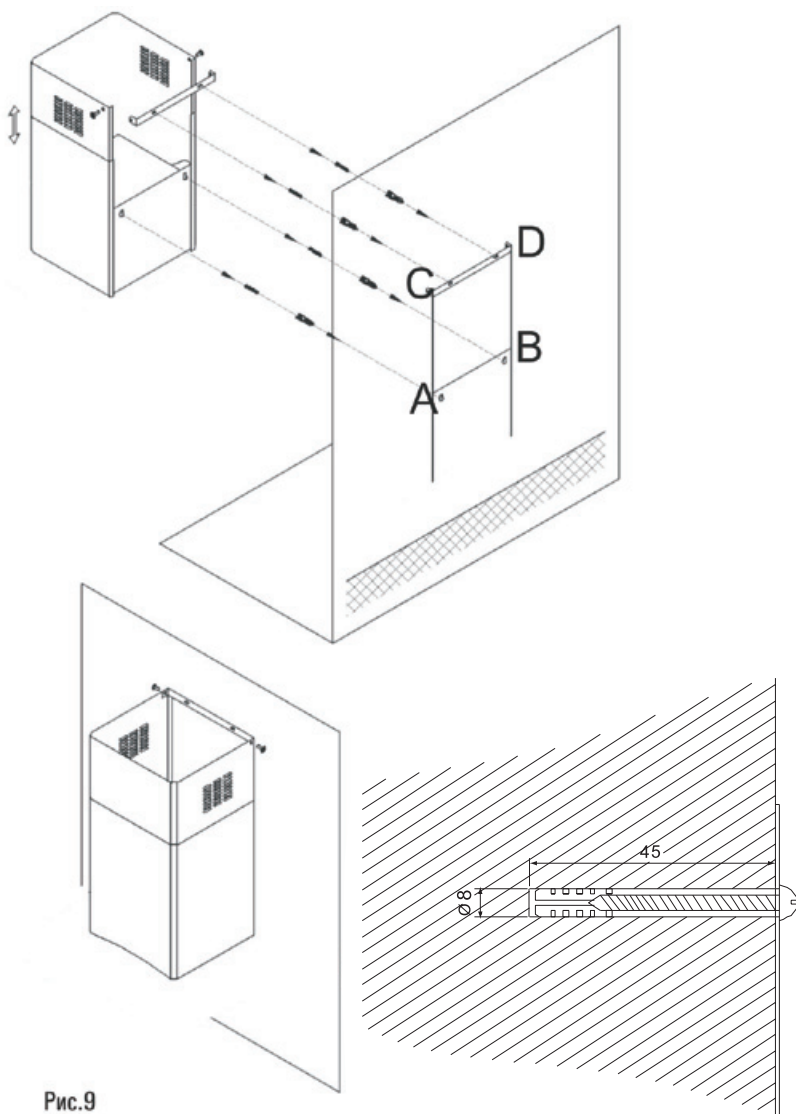

Рис.9
1. Прежде чем приступить к сверлению отверстий под дюбели в стене необходимо произвести разметку. Для этого измерьте на вытяжке расстояние между центрами отверстий, предназначенных для подвешивания вытяжки на стену. На нужной высоте начертите горизонтальную линию на стене по уровню. На этой линии наметьте точки (А и В), расстояние между которыми должно равняться расстоянию, измеренному между центрами отверстий для крепления вытяжки (рис. 9).
3. Возьмите установочные винты ST4x35, наденьте на них металлические дюбеля таким образом, чтобы разрезная часть была направлена в сторону головки винта, и установите их в просверленные вами отверстия в стене А и В резьбовой частью наружу (рис. 9).
5. Повесьте корпус вытяжки на опорные точки А и В согласно прилагаемого рисунка (рис. 9). Затяжку гаек производите с полным прижатием корпуса вытяжки к стене с максимальным усилием, до полной фиксации крепежа в стене.
7. Сделайте разметку для крепления планки внутреннего декоративного кожуха, точки С, D на рис. 9.